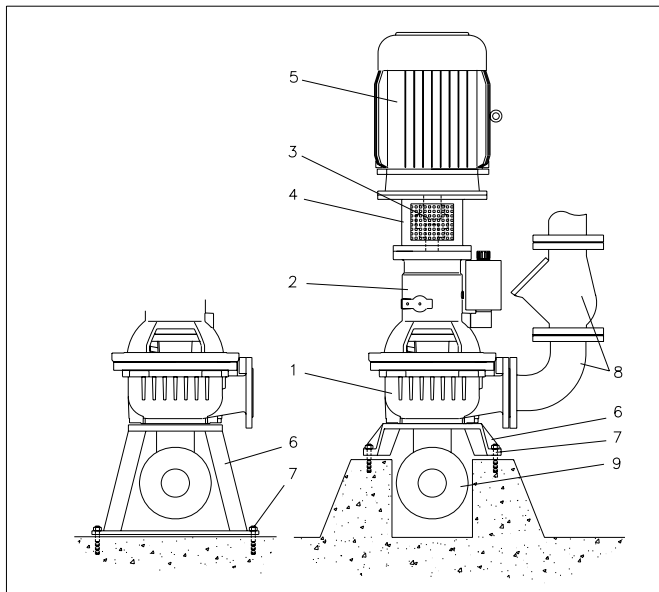

Fig. 7.4
Bijvoorbeeld zoals in fig. 7.4.
- de voet goed wordt verankerd aan de fundatie, zie, fig. 7.4 pos. 7.